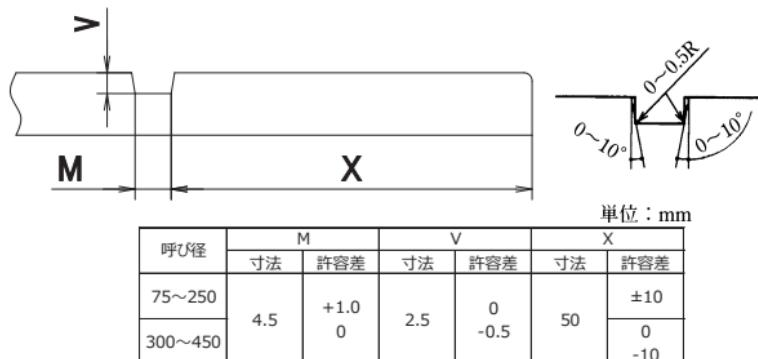

図67 挿し口加工寸法
(1) 切管する所定位置全周にケガキを入れる。
(2) 専用の溝切機、および切断機で管の挿し口加工と切断を行う。挿し口加工の寸法を図67に示す。